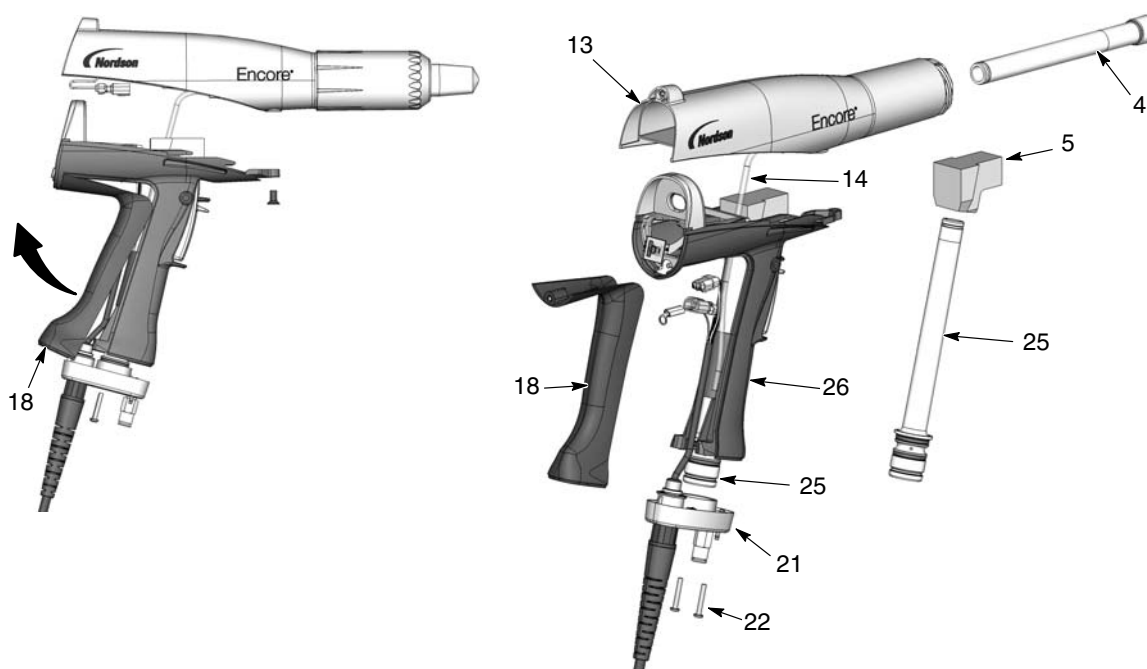

Рис. 6-5 Замена порошкового тракта
2. См. рис. 6-5. Снять колено (5) с впускной трубкой (25).
3. Вывернуть два винта М3 х 20 (22) из основания рукоятки (21).
4. Снять основание с рукоятки, отвести нижнюю часть накладки заземления (18) вверх и в сторону от рукоятки, затем снять ее. Оставить провод заземления подсоединенным к накладке заземления.
5. Вытолкнуть впускную трубку (25) вверх и из основания, затем убрать основание в сторону и вытянуть впускную трубку из рукоятки.
6. Вытолкнуть выпускную трубку (4) из передней части корпуса распылителя (13).
1. См. рис. 6-5. Вставить выпускную трубку (4) в корпус распылителя (13) так, чтобы конец трубки установился вровень с концом корпуса распылителя.
2. Вставить впускную трубку (25) в рукоятку (26), затем вставить конец трубки в основание рукоятки (21).
3. Придвинуть основание рукоятки к рукоятке, затем зацепить в корпусе верхнюю часть накладки заземления (18) и завести ее в рукоятку. При сборке следить, чтобы провода не были зажаты и не зацепились.
4. Установив основание рукоятки на рукоятке и накладке заземления, закрепить его двумя винтами М3 х 20 (22).
5. Поставить колено (5) на впускную трубку, сориентировав его конец в направлении передней части распылителя, как показано на рисунке.